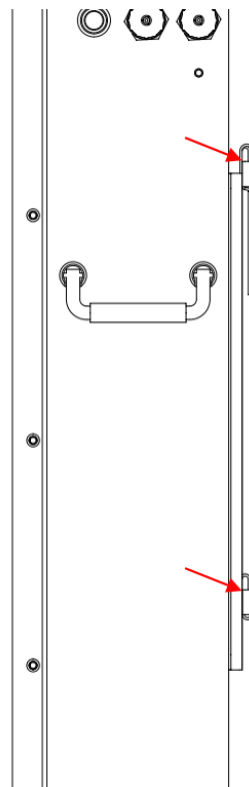

Abbildung 5-3
e) Halten Sie die Batterie gegen die an der Wand befestigte Aufhängeplatte und fixieren Sie sie. Die Ober- und Unterseite der Haken an der Batterierückwand müssen auf der Aufhängeplatte korrekt gekrümmt sein, wie in Abbildung 5-3 gezeigt.